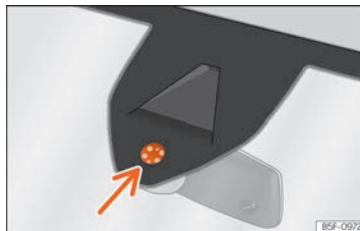

Abb. 157 Sensitive Fläche des Regensensors.
Mögliche Ursachen für Störungen und Fehlinterpretationen *im Bereich der sensitiven Fläche* **>>>** **Abb. 157** des Regensensors sind u. a.:
- Sensitive Fläche des Regensensors regelmäßig reinigen und Wischerblätter auf Beschädigungen prüfen »» **Abb. 157** (Pfeil).